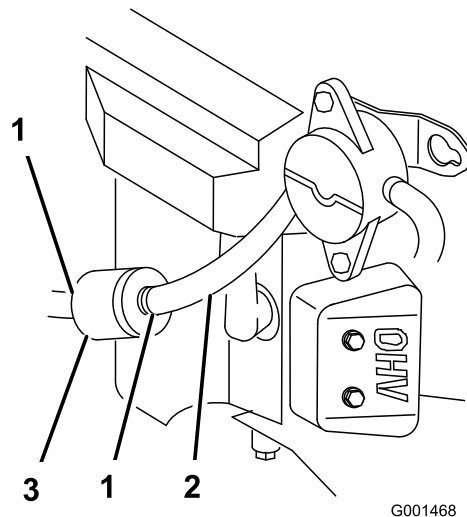

Figura 51
2. Limpie alrededor del tapón del depósito de combustible para evitar que entre suciedad en el depósito (Figura 51).
4. Apriete los extremos de las abrazaderas y deslícelas por el tubo alejándolas del filtro (Figura 51).